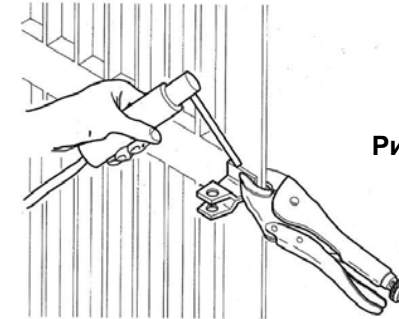

Рис. 10
12. Закрепите передний монтажный кронштейн на створке (Рис. 10).